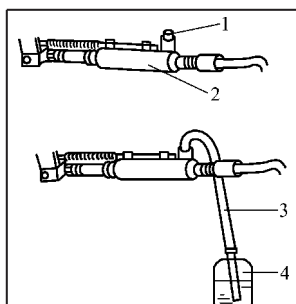

图 2-42 液压系统的排气
① 在放气塞上接一根塑料管, 另一端插入盛有半满制动液的容器, 如图 2-42 所示。